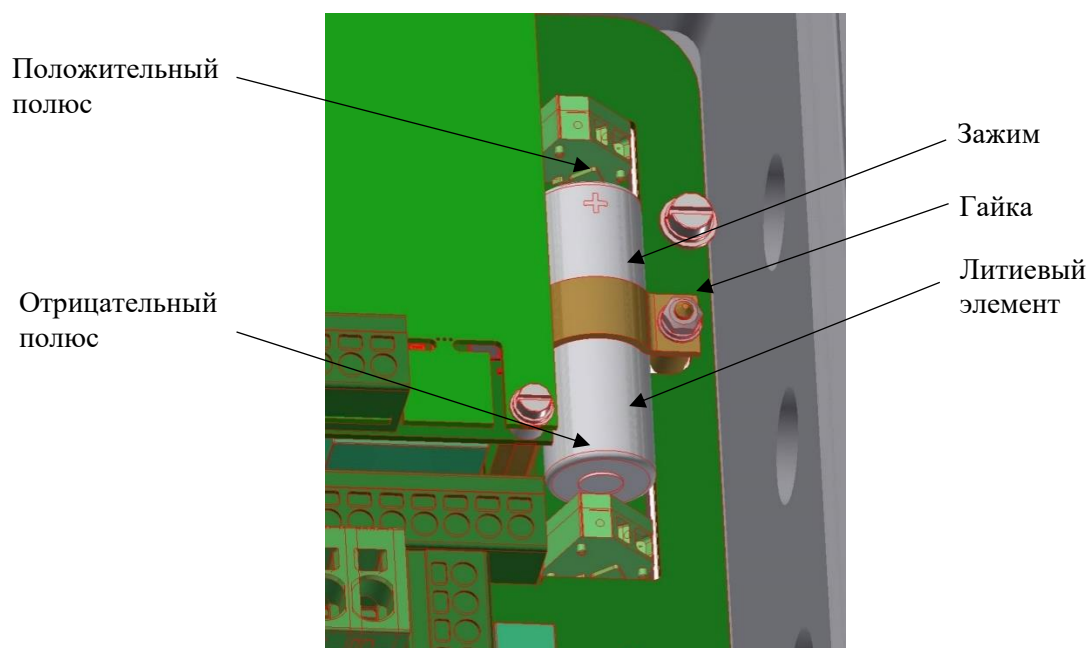

Рисунок 44 – Замена литиевого элемента
- открутить гайку, которая удерживает зажим (рисунок 44);